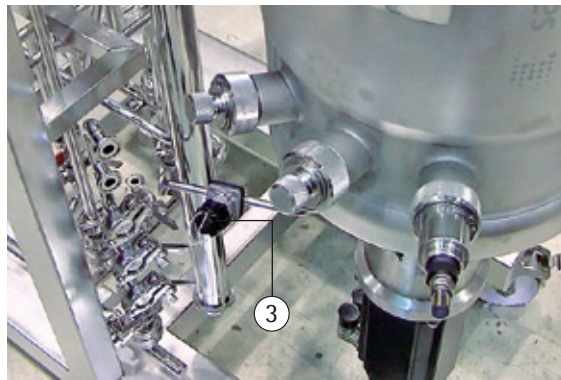

Fig. 6-5: Valvola della condensa
- 3 Valvola della condensa (raffigurata nella fig. 6-5)